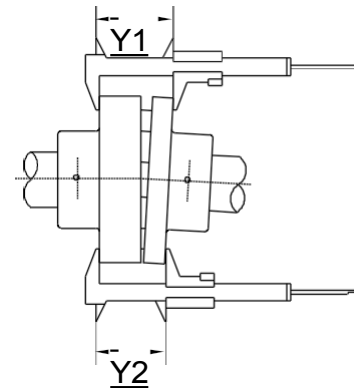

Fig. 22
- 10 - Vinkelförskjutningen kan mätas med ett skjutmått. Mät kopplingens yttre dimension vid flera punkter (se fig. 22).